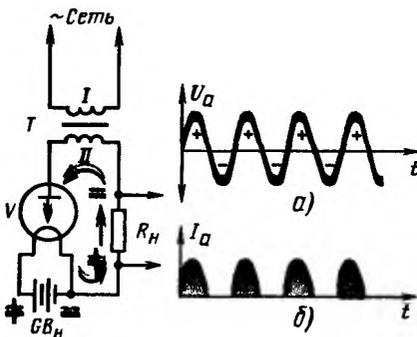

Рис. 218. Диод выпрямляет переменный ток
Обратимся к рис. 218. Здесь, как и в предыдущем примере, катод диода накаляется током батареи  $GB_n$ . На анод лампы подается переменное напряжение,
источником которого служит вторичная (II) обмотка сетевого трансформатора Т. В этом случае напряжение на аноде периодически изменяется по значению и знаку (рис. 218, а). А так как диод обладает односторонней электропроводностью, ток через него идет только при положительном напряжении на его аноде. Говоря иными словами, диод пропускает положительные полуволны (рис. 218, б) и не пропускает отрицательных полувольт переменного тока. В результате в анодной цепи течет ток одного направления, но пульсирующий с частотой переменного напряжения на аноде. Происходит выпрямление переменного тока — явление, знакомое тебе по работе полупроводникового диода.